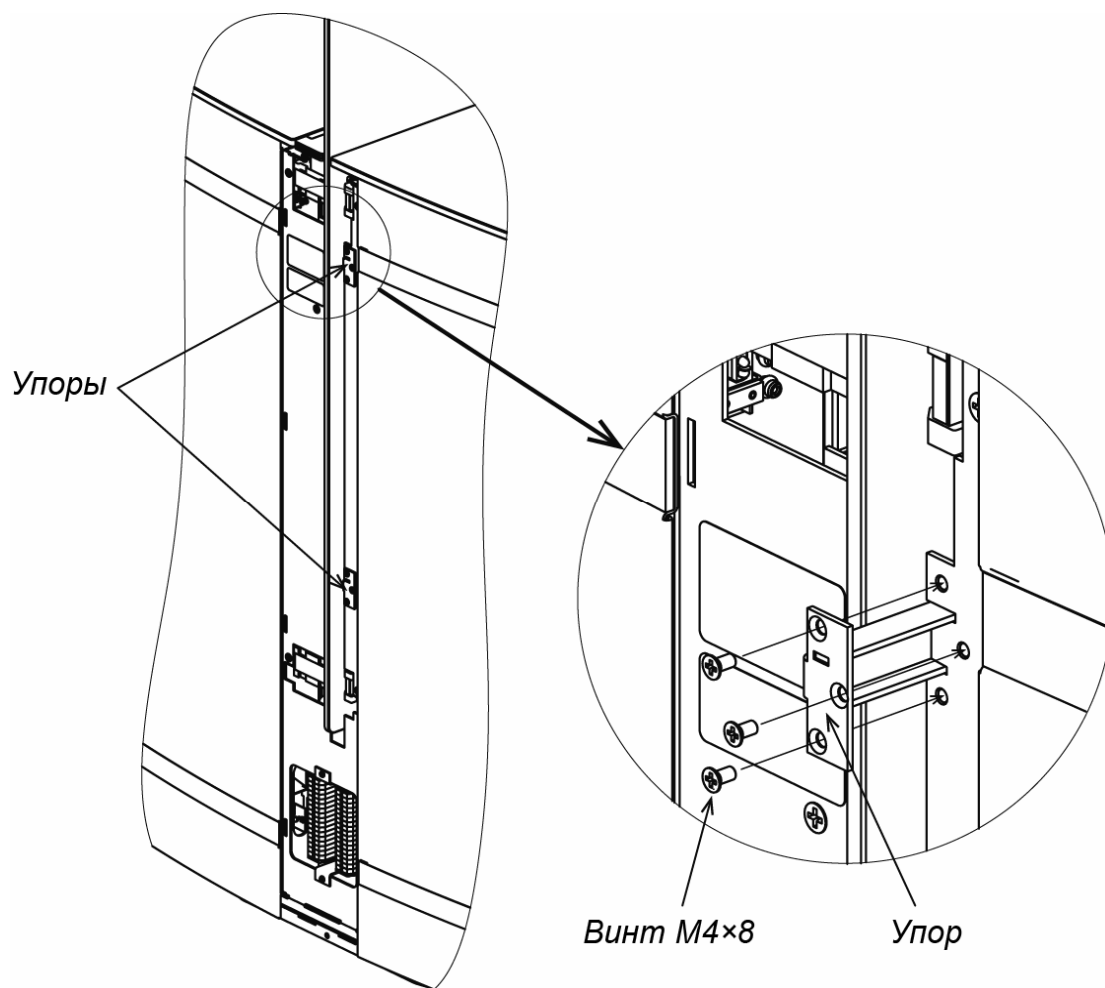

Рисунок 29. Установка упоров ограничителя вылета створки
5. Установите два специальных упора из комплекта поставки на корпус секции и закрепите каждый из них тремя винтами М4×8 (см. рис. 29):